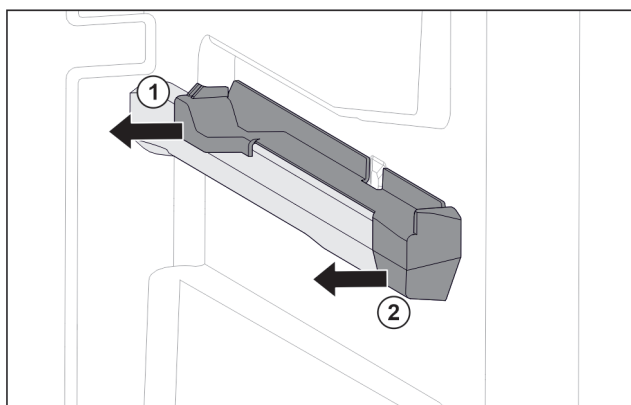

Fig. 108 Вставная часть на правом контейнерном ребре
- Отодвиньте вставную часть сзади в сторону. Fig. 108 (1)
- Отодвиньте вставную часть спереди в сторону. Fig. 108 (2)